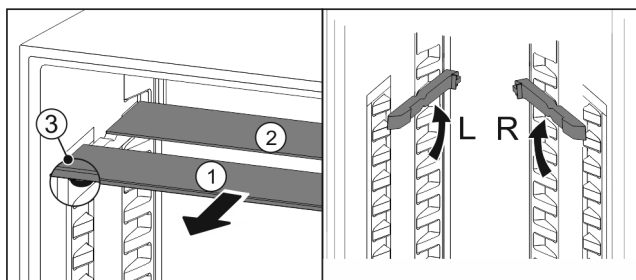

Fig. 149
- ▶ Skleněné desky jednotlivě vytáhněte dopředu Fig. 149 (1).
- ▶ Skleněná deska Fig. 149 (1) s ozdobnou lištou leží vpředu.
- ▶ Zarážky Fig. 149 (3) směřují dolů.